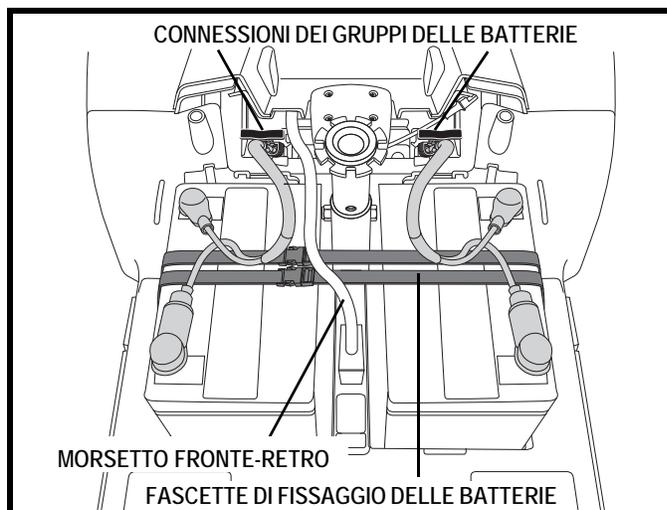

Figura 20. Collegamenti gruppo
5. Scollegare i due gruppi batteria estraendo ogni gruppo dallo spinotto corrispondente. **Vedere figura 20.**
7. Collegare i due gruppi batteria. **Vedere figura 20.**